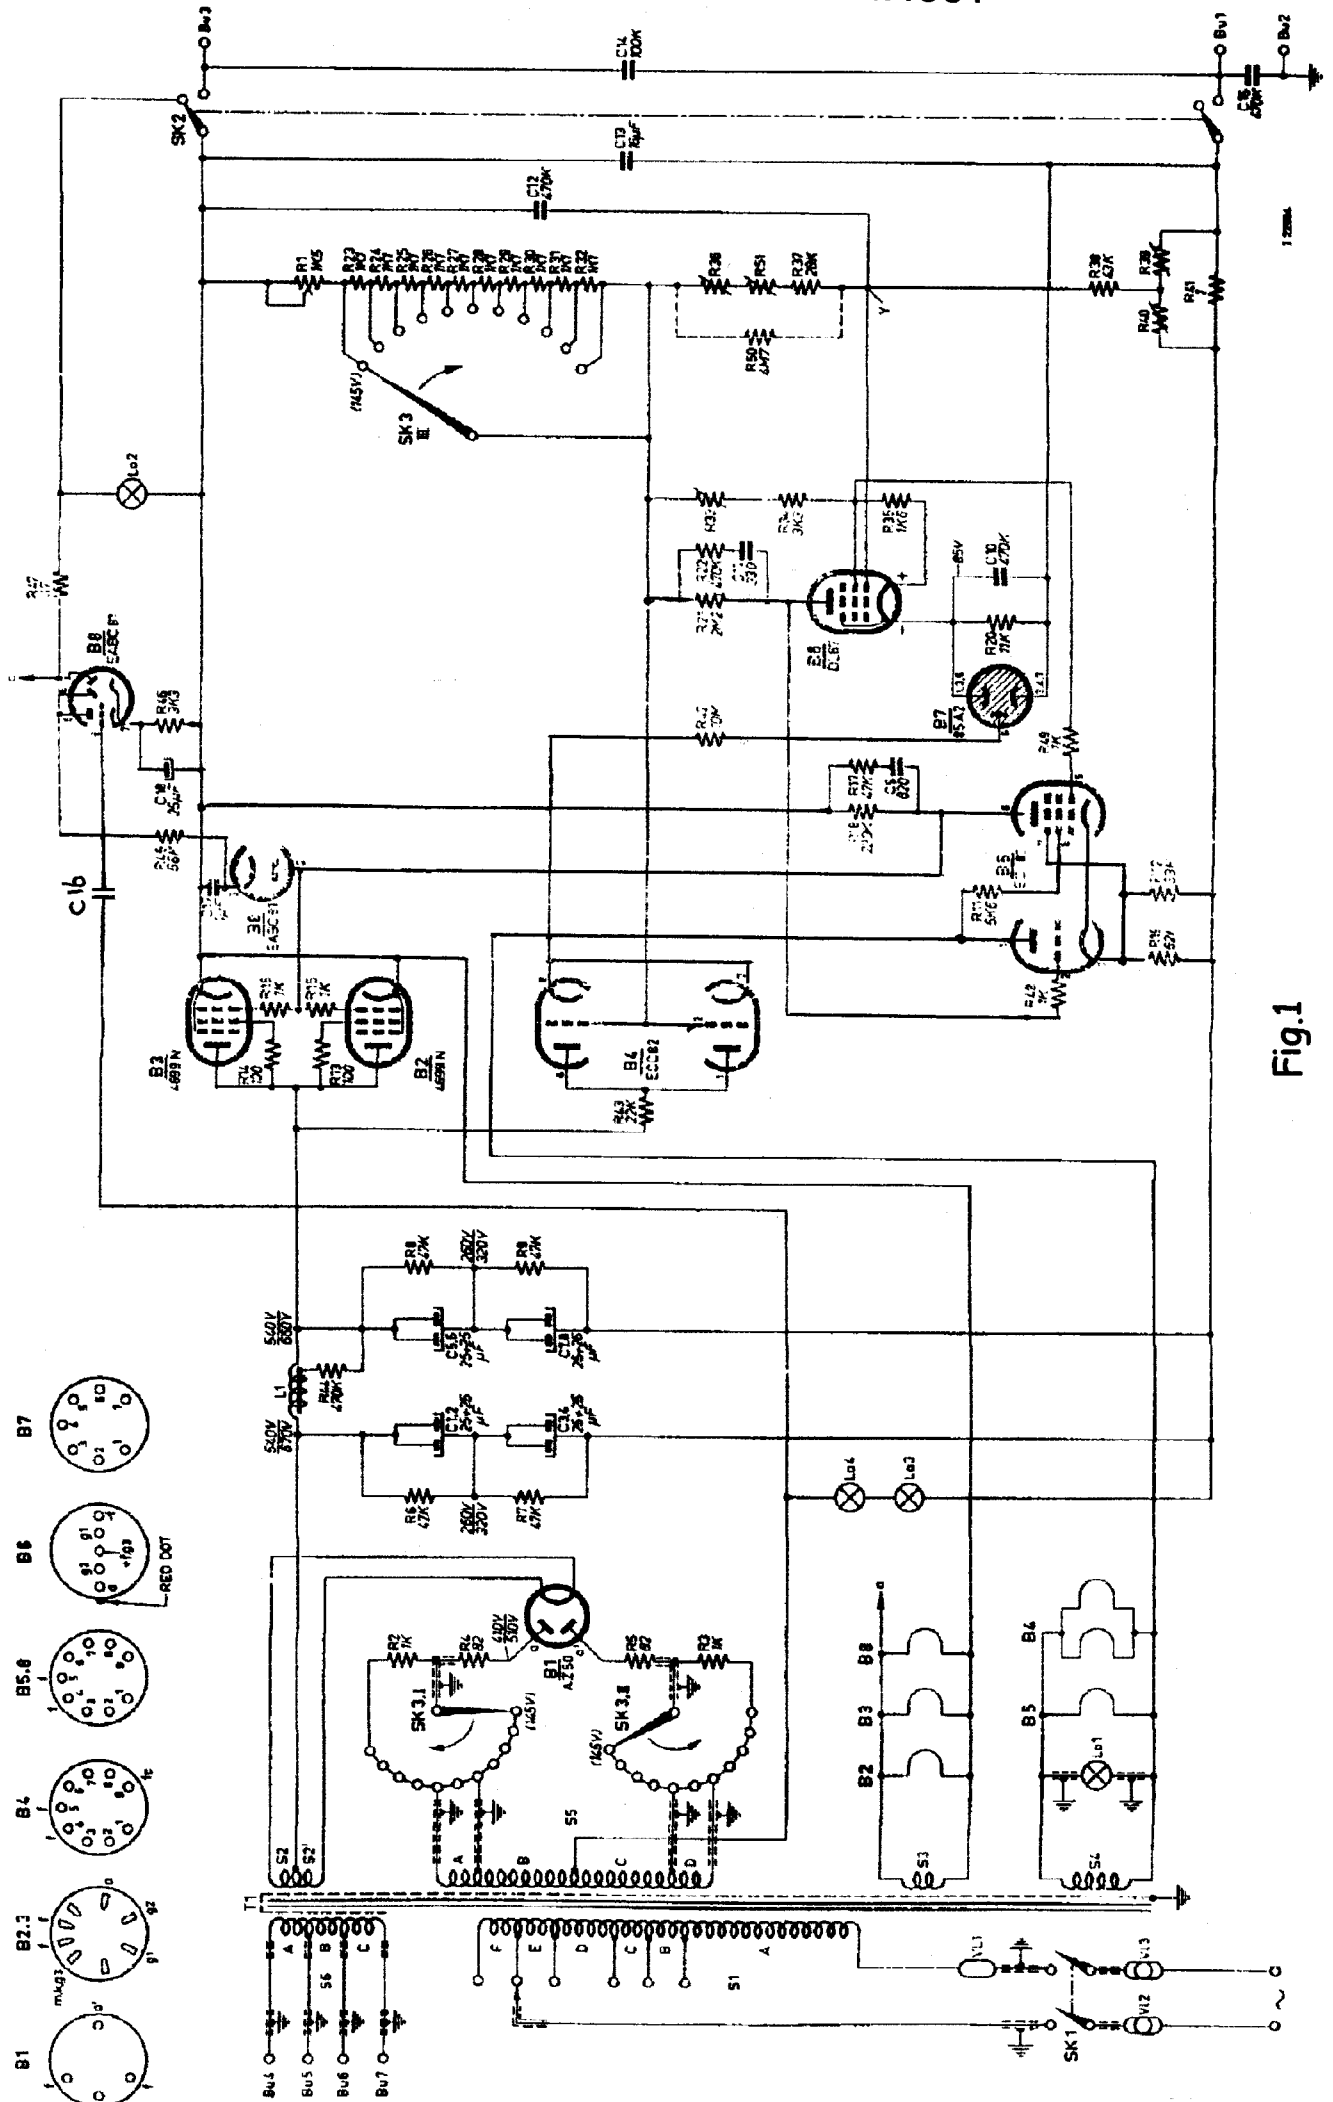

Fig.1
- Fig.1. Bij B8 zijn de aanduidingen D1, D2 en D3 abusievelijk weggelaten.